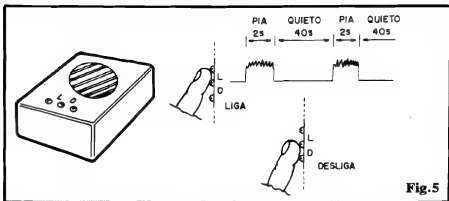

Fig. 5
- FIG. 5 - SUGESTÃO PARA ACABAMENTO - OUTROS DETALHES SOBRE O ACIONAMENTO - No seu primeiro item, a figura mostra nossa sugestão para o "encaixamento" do PIAU: nada mais do que um pequeno container plástico, evidenciando os furos para a saída do som do alto-falante e os três contatos de acionamento, claramente